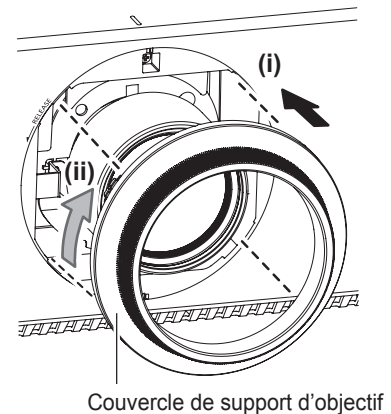

Fig. 3
- 3) Fixez le Couvercle de support d'objectif. (Fig. 3)